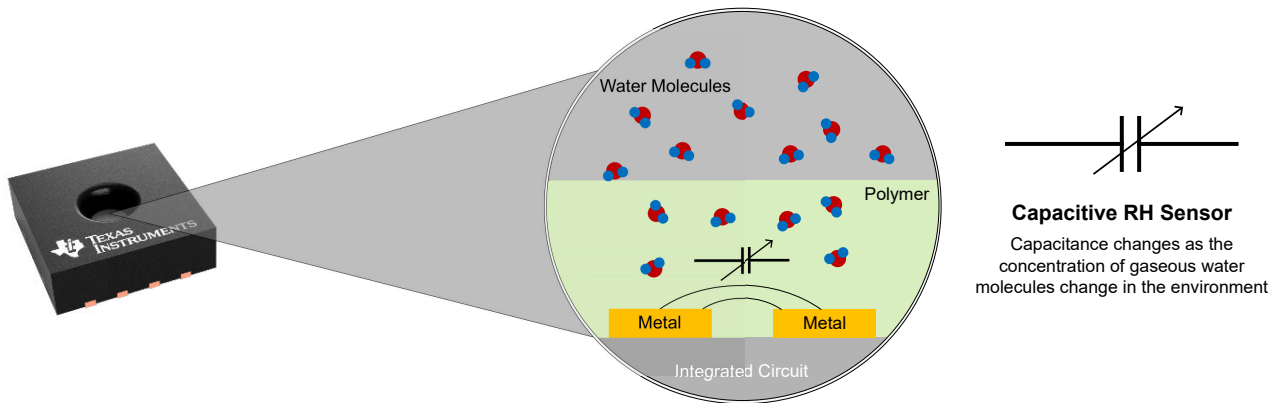

図 2-1. センシング ポリマの例
- センシング ポリマ:容量式 RH センサは、空気中の水分を捕捉するために露出したポリマ層を利用しています。捕捉された水分はポリマ内の空隙を満たし、ポリマの誘電率を変化させます。この誘電率の変化によって、ポリマの下にある検出電極の静電容量が変化します。温度や湿度の条件に加えて、化学物質などの不要な成分も、ポリマが湿った空気を検出する仕組みに影響を及ぼすことがあります。図 2-1 に、ポリマが空気から水分を捕捉する媒体として作用する簡略化されたセンサ構造を示します。